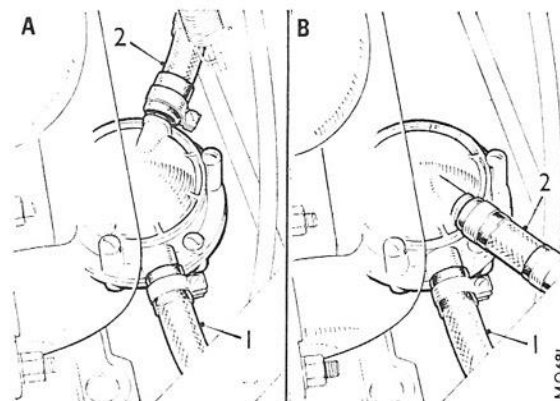

Fig. Db.1
- 1) Rens pumpen udvendigt og mærk dæksel og hus, så disse dele kan samles rigtigt igen (se fig.Db.1 vedr. ind- og udgangsforbindelsernes korrekte stillinger).